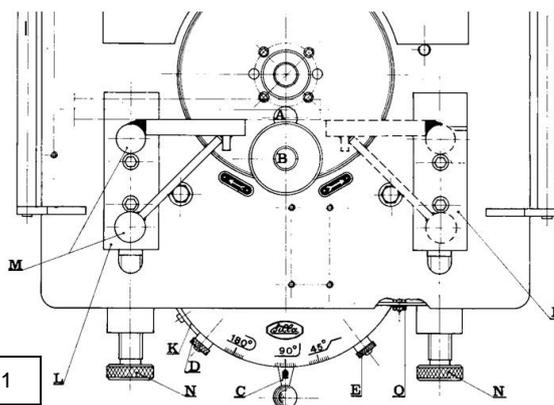

Fig.1
Montare l'apposita attrezzatura sul bancale della piegaferrì (per il montaggio, messa in opera, uso e manutenzione, vedere le istruzioni d'uso a parte, forniti con l'attrezzatura). Togliere la vite situata sulla parte estrema sinistra del settore, rimuovere la piastrina "K" (Fig. 1) e spostare l'arresto "D" (Fig.1) e la leva "C" (Fig.1) completamente verso sinistra. In questa posizione è escluso dal circuito il finecorsa. Dopodiché mettere l'invertitore "I" sulla posizione "2" per consentire la rotazione antioraria. Per piegare premere il pulsante "PIEGATURA" (oppure il comando a pedale) ed il disco ruotante girerà in continuazione nel senso obbligato per effettuare la spirale. Per interrompere la piegatura premere soltanto il pulsante "STOP". Per riportare la macchina alle esecuzioni di piegature normali (45° - 180°) occorre:
- 2) - Spostare la leva "C" (Fig.1) completamente a destra per il ritorno in fase automatico dell'impianto elettrico. Questo movimento fa ruotare il disco da un minimo di un giro ad un massimo di cinque giri fino a portarlo sulla posizione zero regolarmente in fase.